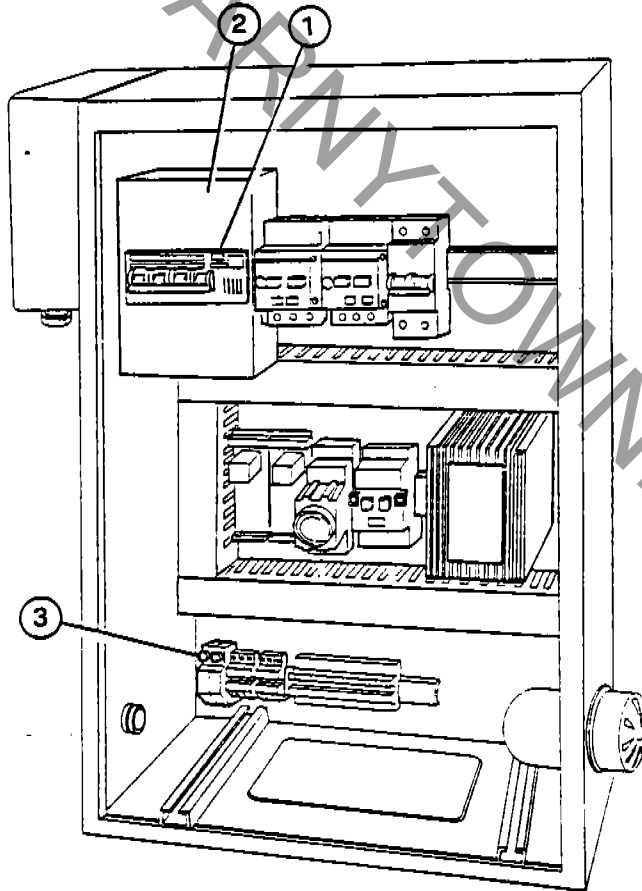

Fig. 4
- Daily verify good condition of differential switch (2-Fig. 4) by pushing the botton (1-Fig. 4), if problems check two fuses (3-Fig. 4).
- Giornalmente verificare, premendo il pulsante (1-Fig. 4) il buon funzionamento dell'interruttore differenziale (2-Fig. 4); in caso di anomalie controllare i due fusibili (3-Fig. 4).